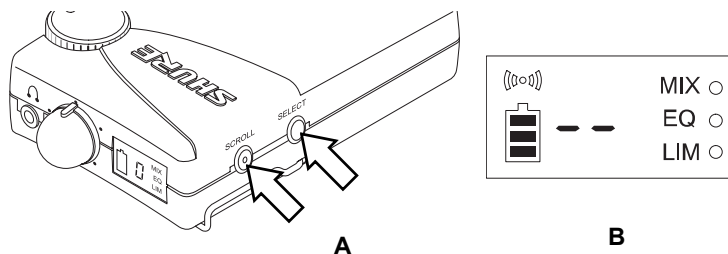

FIGURE 2
2. Maintenir enfoncés simultanément les boutons SCROLL et SELECT pendant cinq secondes (voir Figure 2 [A]). Deux lignes de tirets s'affichent pour indiquer que l'écran est verrouillé (voir Figure 2 [B]).